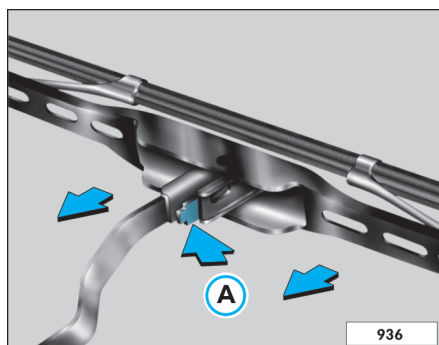

Fig. 103 Escobillas del limpiaparabrisas
- Apriete la traba de seguridad (A) ⇒ fig. 103 en el sentido de la flecha.